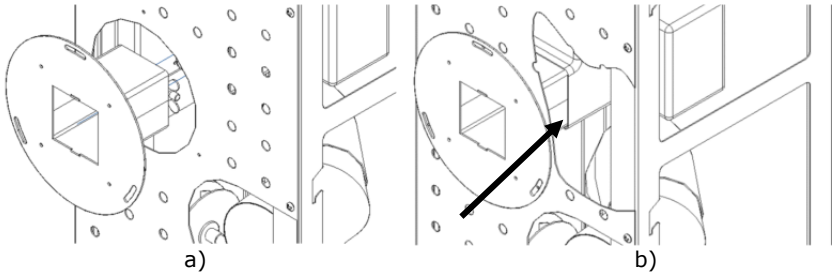

Figura 73 - Colocación de la guía de aire en la estufa
c) A continuación, monte la envolvente lateral hacia abajo. Durante el montaje de la envolvente, hay que asegurarse de que la solapa de la parte superior de la envolvente (1) quede solapada con la estructura y, al mismo tiempo, en la parte posterior del equipo la envolvente debe quedar fuera de la estructura, tal como se muestra en la Figura 73-b.